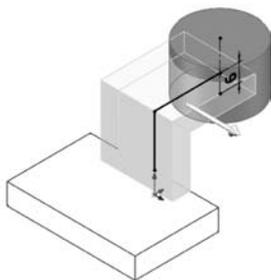

图 5-6 建立连接
(5) 单击【特征】选项卡上的【拉伸凸台/基体】按钮 ,会出现【凸台-拉伸】属性管理器。
① 在【方向 1】组,从【终止条件】列表中选择【两侧对称】选项。
② 在【深度】文本框内输入 24.00mm。
③ 选中【合并结果】复选框。
④ 在【薄壁特征】组,点选【反向】按钮,从【类型】列表中选择【单向】选项。
⑤ 在【厚度】文本框内输入 6.00mm。
⑥ 选中【自动加圆角】复选框。
⑦ 在【圆角半径】文本框输入 4.00mm,如图 5-6 所示,单击【确定】按钮 。